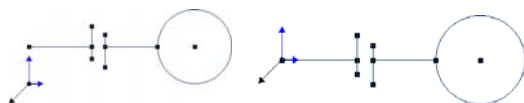

图 9-139 移动坐标轴
- 03 选择要制作成块的图形，单击【插入点】选项组，在绘图区出现一个操纵杆，将其拖动到所需位置定义插入点，如图 9-139 所示。单击对话框中的 【确定】按钮，完成块的制作。